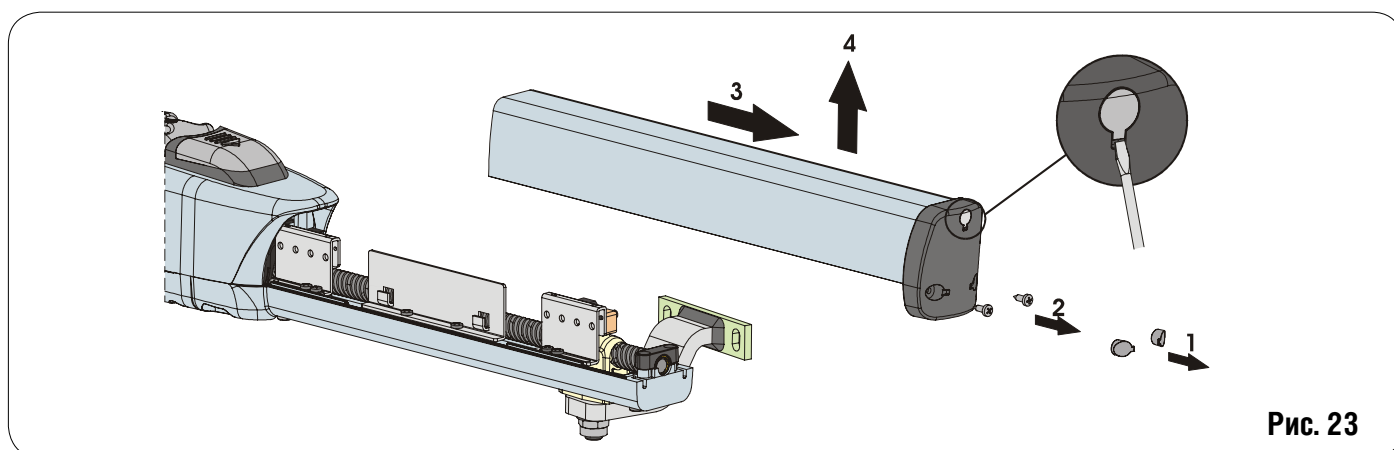

Рис. 23
- 1) Вытащите две заглушки, закрывающие нижние крепежные винты, Рис.23, сноска 1. Для облегчения данной операции имеется паз, куда можно поместить отвертку.
- 2) Открутите два нижних винта передней крышки и снимите кожух, Рис.23.